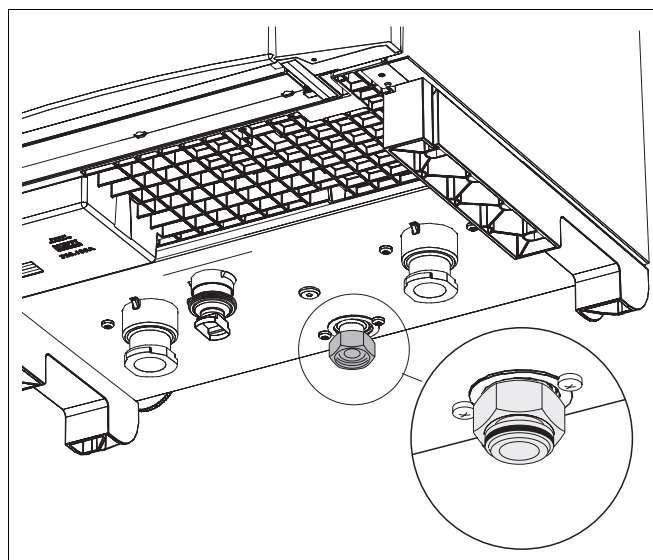

Fig. 12 Rubberen afdichting
- Controleer of de fabrieksmatig voorge-monteerde vlakke rubberen afdichting in de gaszijdige aansluiting van het cv-toestel aanwezig is (→ fig. 12, loep).